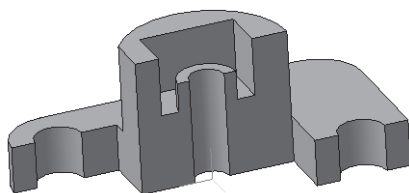

Рис. 250
- измените цвет фигуры сечения аналогично построению простых разрезов (рис. 250).